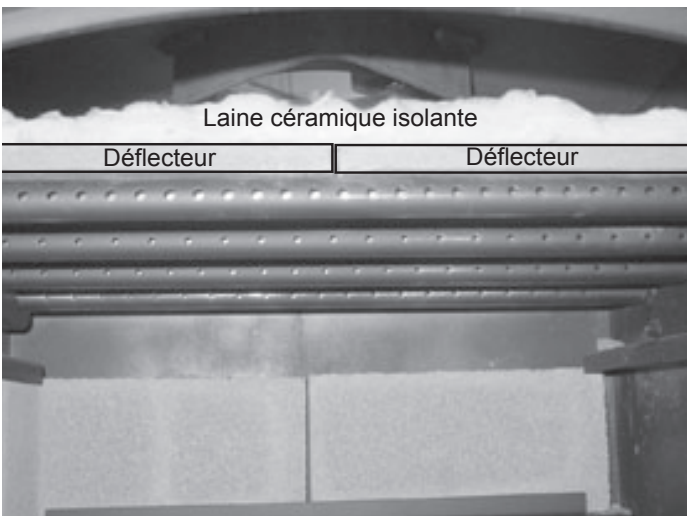

Figure 24.2
4. Glissez le canal des tubes tout à gauche et abaissez le côté droit. Enlevez les panneaux du déflecteur et la laine céramique. **Figure 24.2.**